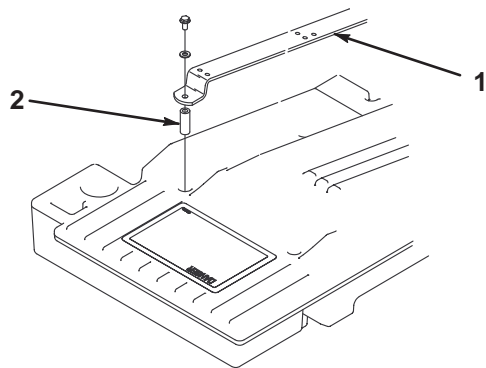

図 3
1. 機体にシートストラップを固定しているネジ、ワッシャ、スペーサを外す (図3)。